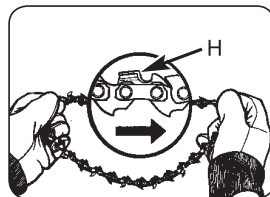

Abb. 3F
5. Breiten Sie die Kette in einer Schlaufe aus, wobei die Schnittkanten (A) im Uhrzeigersinn um die Schlaufe herum ausgerichtet sind (Abb. 3F).